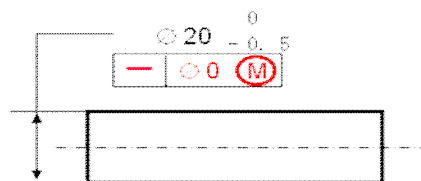

图 2
- 2) 该要求的实质是: 被测要素在**MMC**时形状是**理想**的。当被测要素的尺寸偏离了MMS(最大实体尺寸), 被测要素的形位公差数值可以获得一补偿值(图2)(从被测要素的尺寸公差处)。